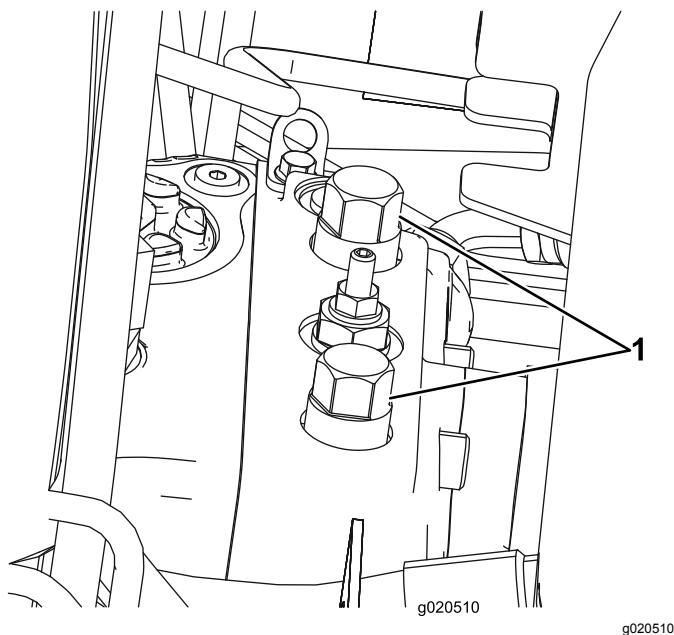

Figura 50
1. Aprite il cofano e individuate le valvole di bypass (Figura 50) sopra alla pompa, dietro alla cassetta della batteria/al vano portaoggetti.